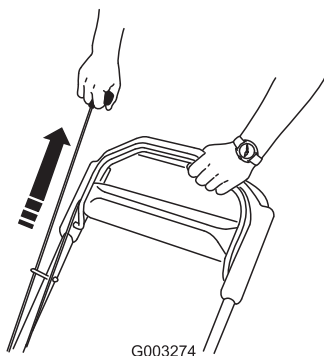

Figura 14
2. Tire suavemente del arrancador de retroceso (Figura 14) hasta que note resistencia, luego tire con fuerza y deje que vuelva lentamente a la guía de cuerda del manillar.